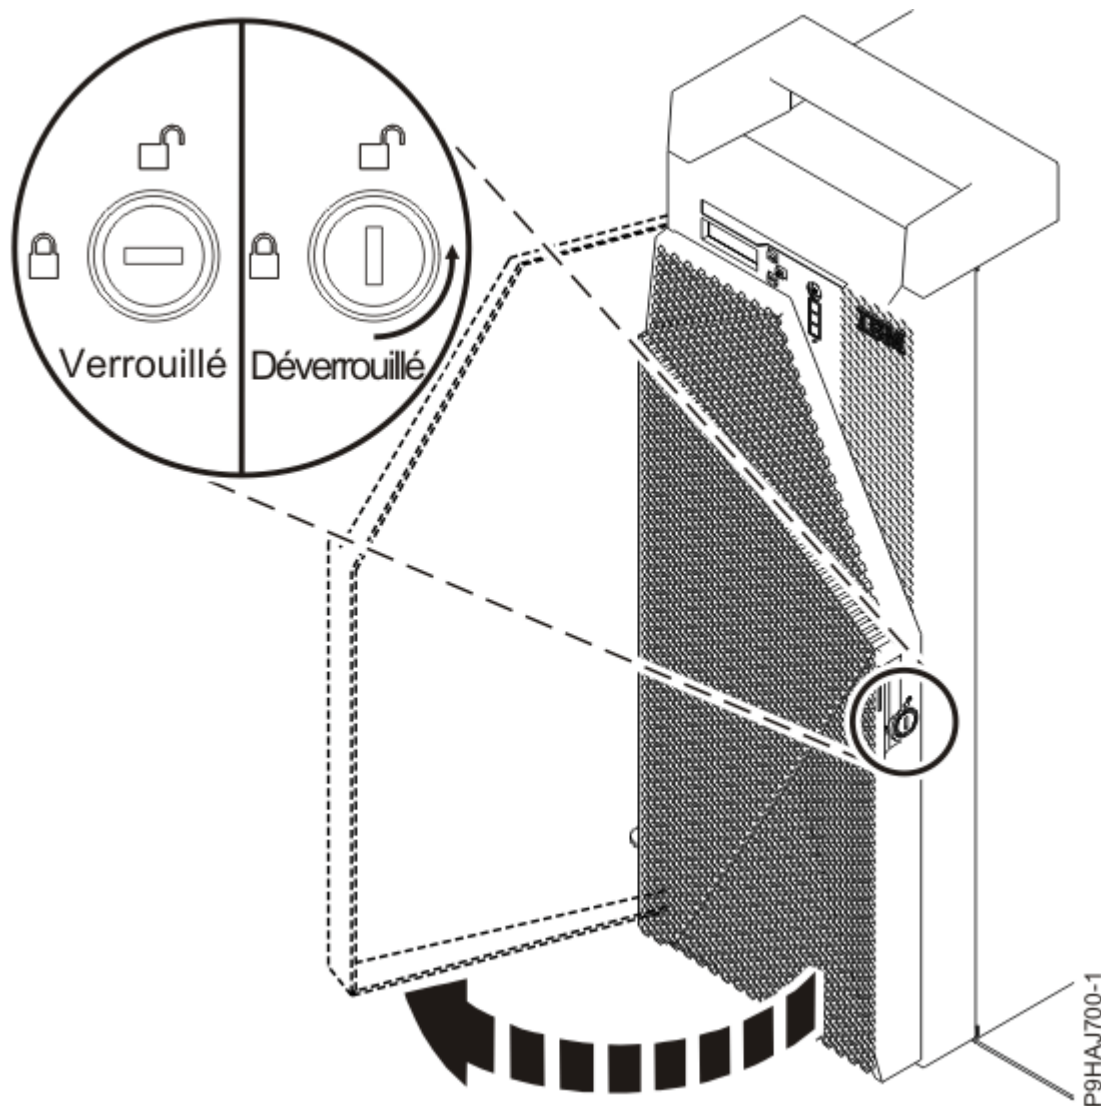

Figure 6. Déverrouillage du volet avant
- a) Insérez la clé du volet avant dans le verrou, comme illustré dans la Figure 6, à la page 8.